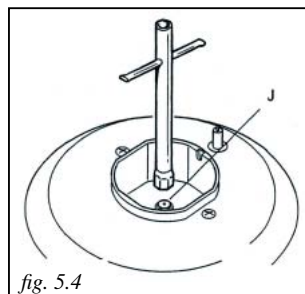

fig. 5.4
- À l'aide d'une clé, remplacez les buses des injecteurs "J" (fig. 5.4) par le modèle le plus adapté pour le type de gaz à utiliser.